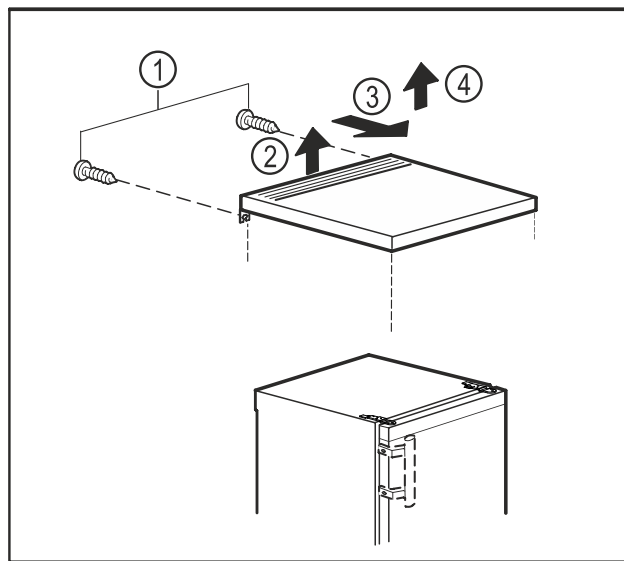

Fig. 6
- ▶ Rimuovere le viti sul retro. Fig. 6 (1)
- ▶ Sollevare il piano del tavolo dal retro. Fig. 6 (2)
- ▶ Spostare il piano del tavolo in avanti. Fig. 6 (3)
- ▶ Sollevare e rimuovere il piano del tavolo. Fig. 6 (4)